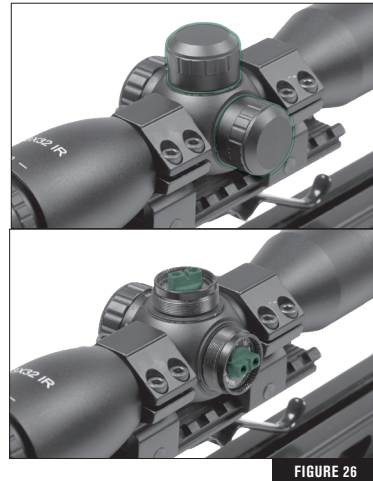

FIGURE 26
- Enlevez le capuchon de protection des cadrans d'ajustement de la dérive et de l'élévation (Fig. 26) pour apporter les réglages adéquats afin de rapprocher le point d'impact du point de mire. Par exemple, si le point d'impact n'est pas le même que le point de mire, faites tourner l'ajustement de l'élévation vers le haut ou vers le bas et l'ajustement de la dérive vers la gauche ou la droite au besoin pour obtenir le point de mire souhaité. À une distance de 10 yards, chaque dé clic déplace le point d'impact de 1/20e de pouce.